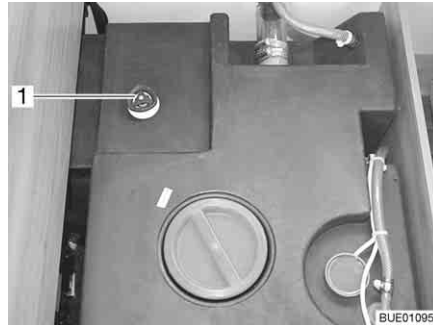

Fig. 205 Réservoir d'eau avec poignée tournante
- Faire tourner à fond dans le sens des aiguilles d'une montre la poignée tournante (Fig. 205,1) située sur le réservoir d'eau.
- Faire tourner la poignée tournante (Fig. 205,1) située sur le réservoir d'eau dans le sens inverse des aiguilles d'une montre jusqu'à ressentir une résistance. L'eau s'écoule, 60 litres restent.